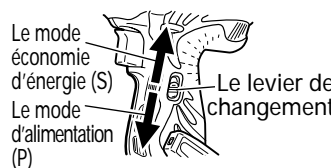

Fig. 13
Comme indiqué sur la Fig. 13, lorsque le levier de changement de la rotation est abaissé, le mode d'alimentation (P) est enclenché. Lorsque le levier est relevé, le mode économie d'énergie (S) est enclenché.